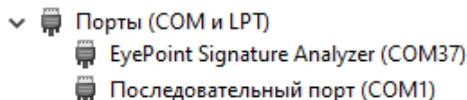

Рисунок 5. Отображение EyePoint u21 в диспетчере устройств
8. После установки драйвера в разделе устройств «Порты (COM и LPT)» должно появится устройство EyePoint Signature Analyser (Рисунок 5).